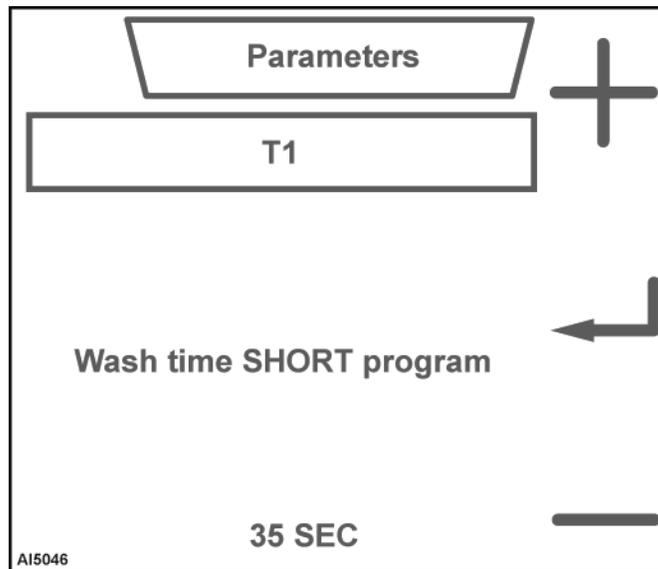
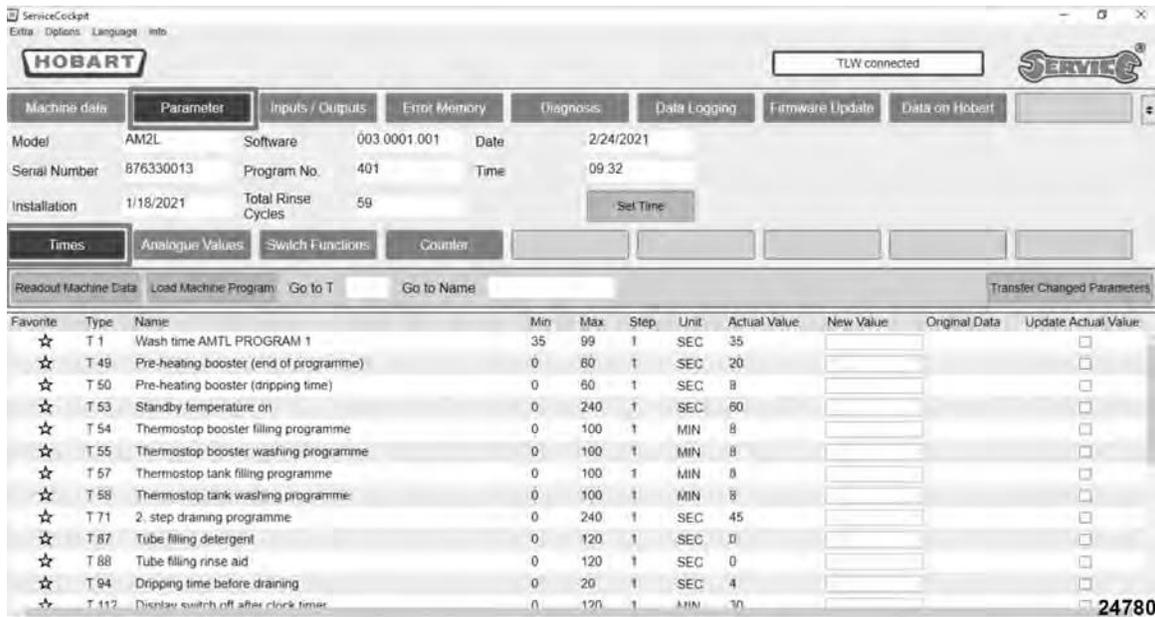

Fig. 38
Fig. 39
**NOTA:** Estos parámetros son de referencia para la programación del equipo (Fig. 38) o para el uso de la cabina de servicio. (Fig. 39).